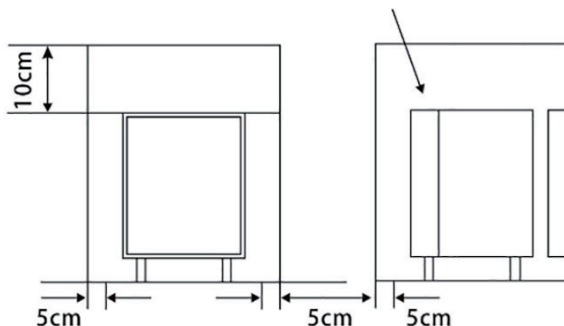

Figura 1
- 1 Posicione su frigorífico de tal manera que se garantice el intercambio térmico (como se muestra en la Figura 1).